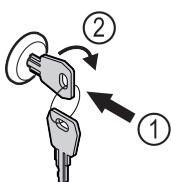

Fig. 157
- ▶ Vstavite ključ Fig. 157 (1).
- ▶ Ključ obrnite v smeri urnih kazalcev za 90° Fig. 157 (2).